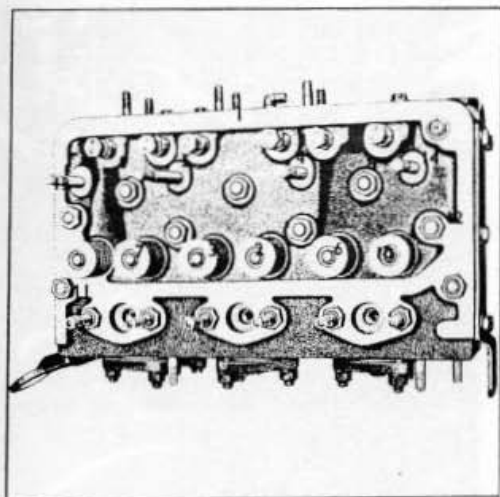

Fig. 3 = Ordre de serrage des écrous de la culasse
18. Dévisser les 15 écrous de fixation de la culasse au bloc-cylindre dans l'ordre inverse de celui indiqué sur la Fig. 3, à l'aide de la clef à tube spéciale (Outil N° T 6095).
4. Remettre les écrous de culasse et les serrer dans l'ordre indiqué sur la Fig. 3 à un couple de 7,601 à 8,292 Kgm.
17. Faire tourner le moteur jusqu'à ce qu'il ait atteint sa température de fonctionnement normale, retirer la rampe de culbuteurs et serrer les écrous de la culasse à un couple de 7,6 à 8,292 Kgm en respectant l'ordre indiqué sur la Fig. 3.